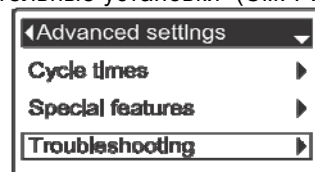

РИС. 80
1. С любого прокручивающегося экрана статуса нажать кнопку ВЫБОР (O) для отображения **Главного меню**.
3. Нажать кнопку ВЫБОР (O) для отображения меню **Дополнительные установки** (См. Рисунок 80).